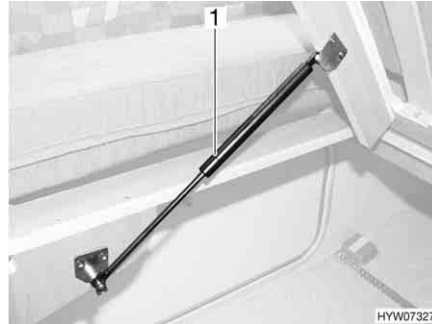

Bild 82 Festes Bett
- Lattenrost anheben. Die Gasdruck-Federn (Bild 82,1) halten den Lattenrost in geöffneter Stellung.